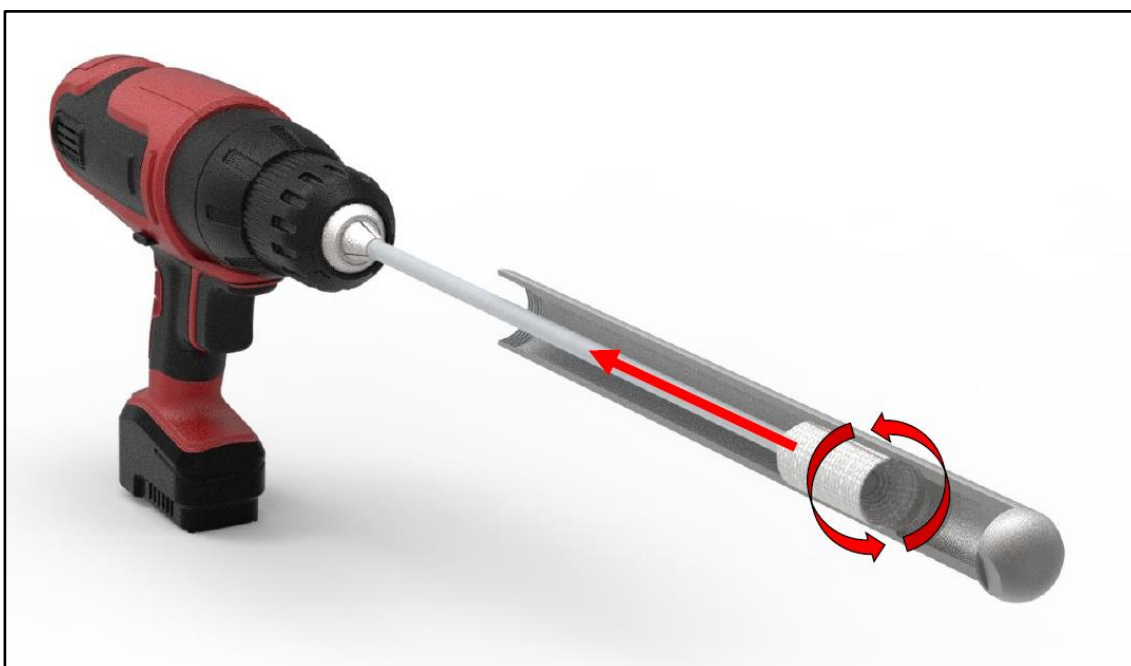

Abbildung 20: Putzen Innenseite Rüttlergehäuse
5. Benutzen Sie eine Spindel (Länge 400mm) mit eingesägter Fuge und winden Sie ein sauberes Tuch (ungefähr 10 x 40 cm) um die Spindel. Achten Sie darauf, dass das Tuch wie in **Abbildung 20** um die Spindel gewickelt wird. Dadurch gelangt das Tuch auch gut in die Ecken des Rüttlergehäusedeckels.